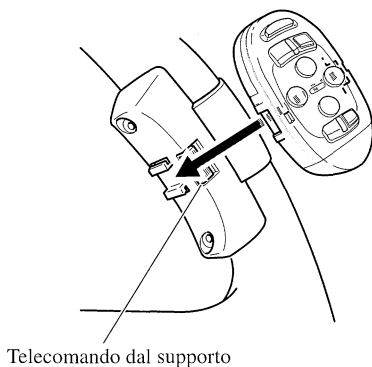

Fig. 13
4. Installare l'unità del telecomando sul supporto. (Fig. 13)